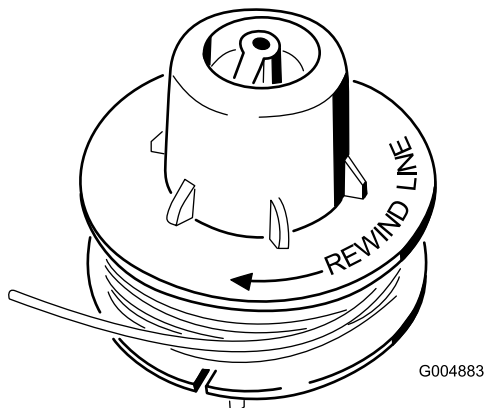

Figura 8
- B. Enrolle la cuerda en el sentido que marca la flecha del carrete, de forma homogénea, en el canal del carrete (Figura 8).